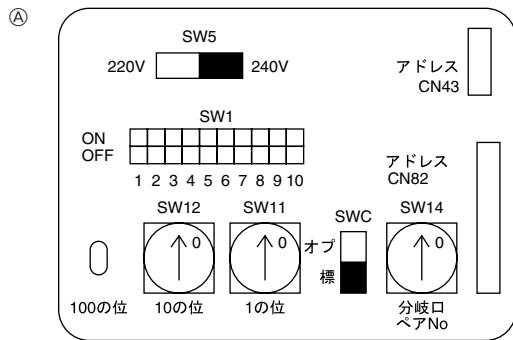

Fig. 7-4
7.3. Definição dos endereços (Fig. 7-4)